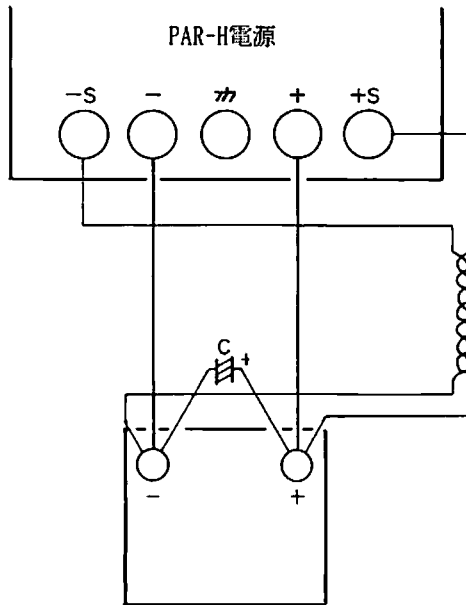

図 8
- 1) OUTPUT LED②が消灯していることを確認します。
- 2) 図8のように本器と負荷を接続してください。